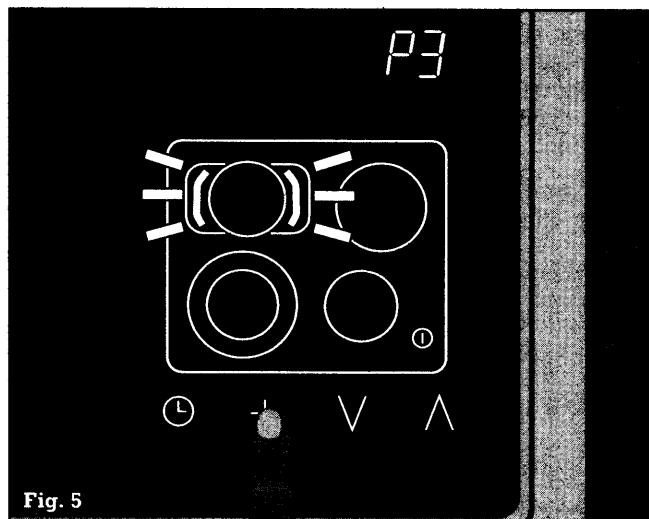

Fig. 5
- ... berør symbolet +. I timer-displayet lyser **P3**. I displayet for kogezone 2 (bagest til venstre) blinker symbolet for tilkoblingen (fig. 5). Ved at berøre kogezonene i displayet kan De nu udvælge de samme indstillinger som ved kogezone 1. Værdierne gemmes som beskrevet ovenfor.